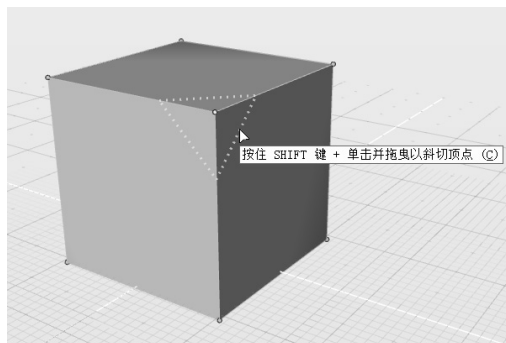

图 6-7 出现操作提示
4) 将鼠标光标移动至某个顶点附近，在该点周围将出现一圈黄色虚线，此时出现提示“按住 SHIFT 键+单击并拖曳以斜切顶点”，如图 6-7 所示。